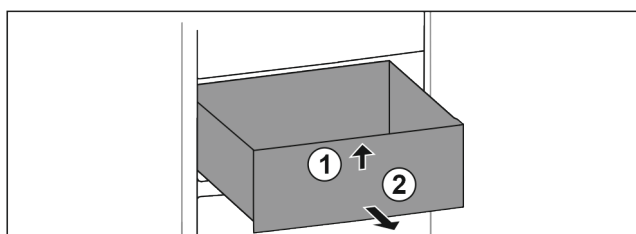

Fig. 67
- ▶ Nadzvedněte zásuvku vpředu. Fig. 67 (1)
- ▶ Vyjměte zásuvku dopředu. Fig. 67 (2)